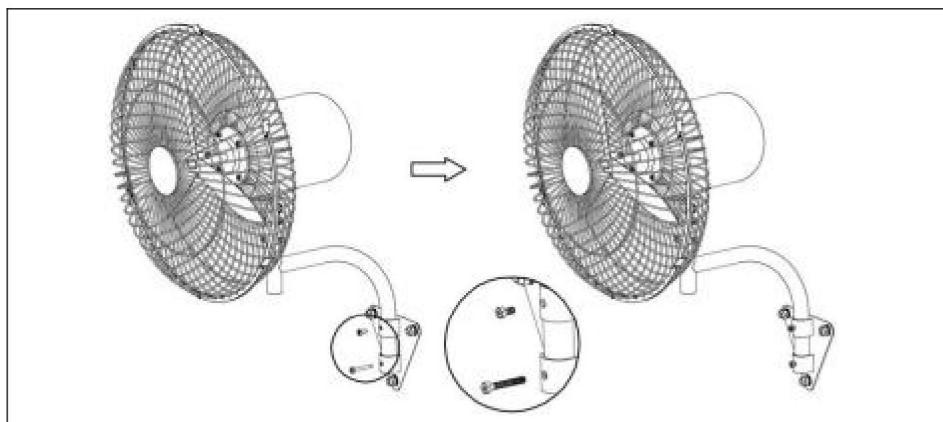

Figure 9.
2). Installez le corps du ventilateur sur le panneau mural (2), puis verrouillez les vis du support 1 (4) et les vis du support 2 (5). Notez que les trous de vis sur le support doivent correspondre aux trous de vis sur le panneau de suspension murale. Voir la (Fig.9.).